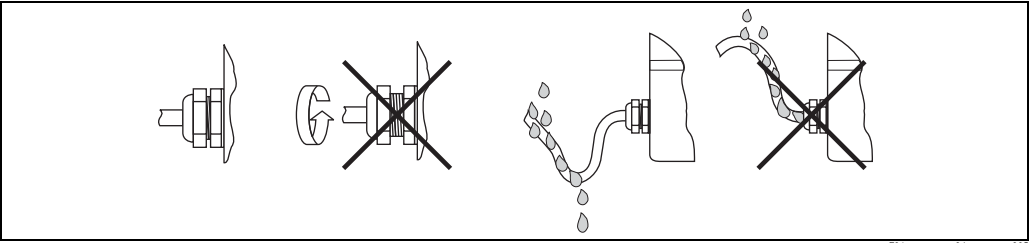

fig. 6: Conseils de raccordement pour le respect de la protection IP 67
- Serrer fermement l'entrée de câble → fig. 6
- Avant de passer dans l'entrée de câble, le câble doit faire une boucle vers le bas ("poche d'eau", → fig. 6) pour éviter l'humidité dans l'entrée de câble. Installer l'appareil de sorte que les entrées de câble ne soit pas dirigées vers le haut.